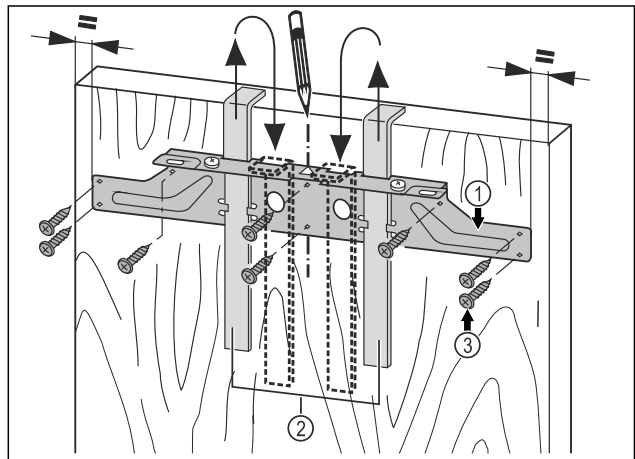

Fig. 44
- Befestigungstraverse Fig. 44 (1) mit den Montagehilfen Fig. 44 (2) auf die Innenseite der Möbeltür hängen.
- Befestigungstraverse Fig. 44 (1) mittig auf der Tür ausrichten.*
- Die Befestigungstraverse Fig. 44 (1) mit mindestens 6 Schrauben Fig. 44 (3) festschrauben.
- Befestigungstraverse Fig. 44 (1) mit 4 Schrauben Fig. 44 (3) am Rand festschrauben.
- Montagehilfen Fig. 44 (2) nach oben herausziehen und in die danebenliegenden Aufnahmeöffnungen gedreht einschieben.